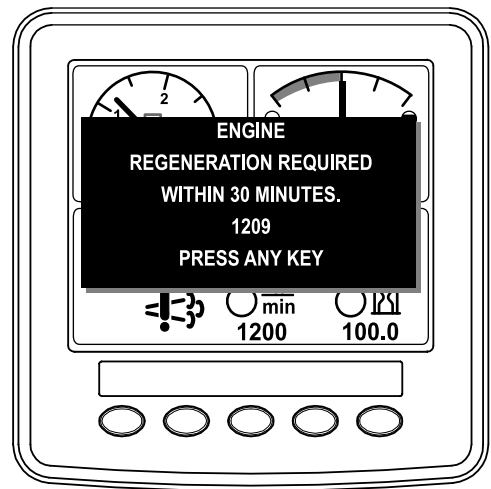

Bild 65
- Wenn Sie die Anforderung für eine geparkte Regenerierung (wird im InfoCenter angezeigt) ignorieren und die Maschine weiterhin einsetzen (Bild 65), sammelt sich eine kritische Rußmenge im Dieselpartikelfilter an.